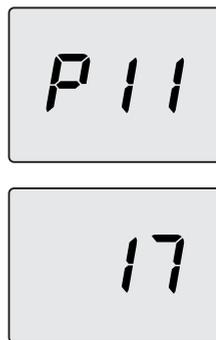

Figura 5.38
fino a far apparire sul display LCD le lettere **P11** che si alternano con il valore del parametro, indicanti l'entrata nel "parametro 11" (Figura 5.38).
- Premendo contemporaneamente i tasti 13 e 14 (Figura 5.36) si esce senza modificare il valore (ritorno alla lista parametri Figura 5.38)